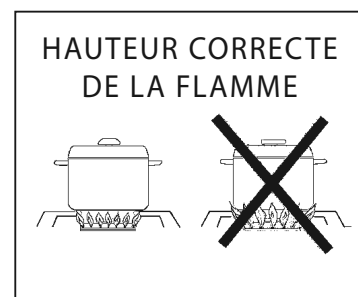

FIG. 10
- Pour des raisons de sécurité, la flamme ne doit jamais dépasser le fond du récipient. Ne laissez jamais les flammes lécher les parois de l'ustensile de cuisson (voir Fig. 10).
Pour assurer un bon allumage et une bonne performance des brûleurs, gardez-les dans un état propre. Vous devez nettoyer les brûleurs s'ils ne s'allument pas même si l'allumeur clique, après chaque débordement important ou si la flamme ne devient pas bleue. Assurez-vous que tous les boutons des brûleurs sont en position « OFF » avant d'essayer de nettoyer les brûleurs. Les brûleurs ont été conçus pour être faciles à nettoyer. Une fois la grille et les brûleurs refroidis, retirez la grille. Le capuchon de brûleur et la couronne en laiton peuvent être facilement enlevés. Lavez ces pièces dans de l'eau savonneuse chaude, rincez et séchez soigneusement. Les capuchons de brûleur sont en émail de porcelaine; suivez les instructions données à la page précédente concernant les grilles des brûleurs. Utilisez au besoin une brosse en soies pour nettoyer les ports dentés des brûleurs. Après le nettoyage, il est important de vous assurer que les broches de position au bas de la couronne sont correctement alignées avec les trous correspondants de la base. Un mauvais alignement produira une flamme potentiellement dangereuse et entraînera un mauvais fonctionnement du brûleur (voir Fig. 10).